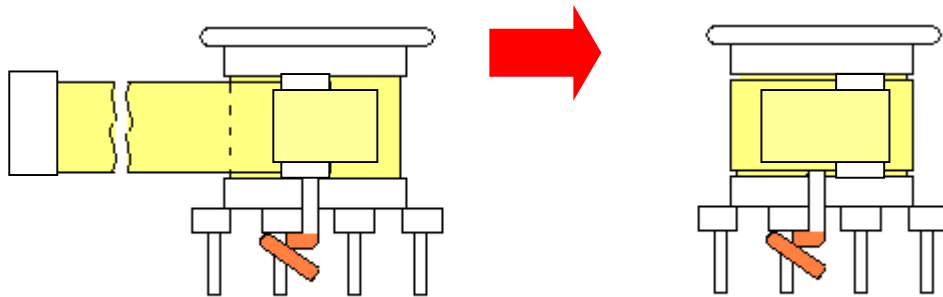

图 6.10
- c. 铜箔须包正包平，不可偏向一边，不可上挡墙。(如图 6.10)